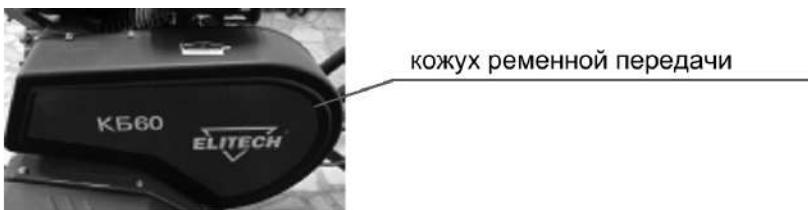

Рис. 10
1. Снять защитный кожух ременной передачи, открутив 4 винта (Рис. 10);